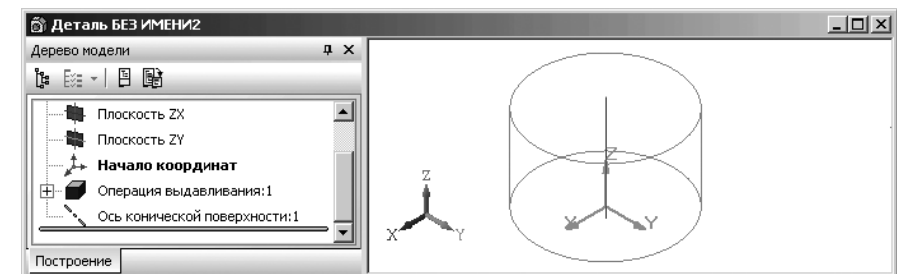

Рис. 8.168. Пример результата построения оси конической (цилиндрической) поверхности
- щелкните на **Специальной панели управления** по кнопке  – **Прервать команду** или нажмите клавишу **Esc**. **Панель свойств: Ось конической поверхности** исчезнет с экрана. В окне **Дерево модели** появится ветвь **Ось конической поверхности:1**. Возможный вид **Оси конической поверхности** показан на рис. 8.168.